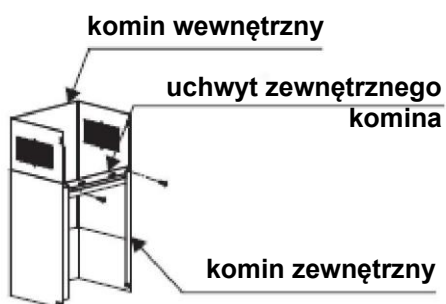

Rys. 3
4. Zamontować klapę V (**brak w zestawie**) i rurkę rozprężną (**brak w zestawie**) na okapie kuchennym. Zamocuj rurę rozprężną na wylocie za pomocą opaski kablowej. Proszę zwrócić uwagę: Rura rozprężna i klapa V nie wchodzi w skład produktu. Patrz rys. 3.